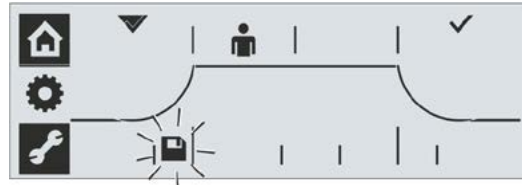

Abb. 12: Speichersymbol anwählen
16. Speichersymbol anwählen: Drive Controller nach rechts drehen, bis das Speichersymbol blinkt, Abb. 12.